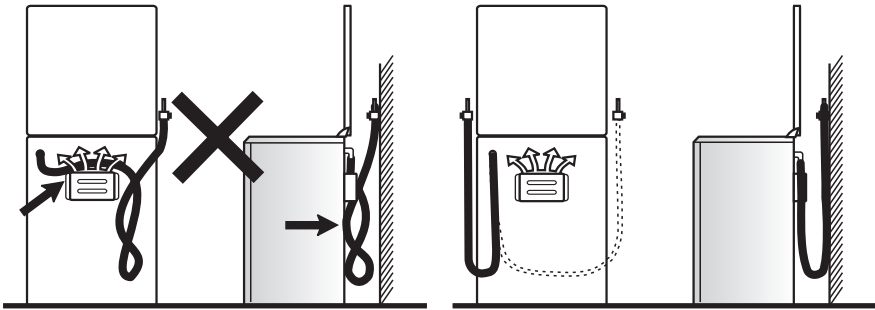

Рис.10
- шланг не должен проходить в зоне горячего воздуха дымохода и касаться задней стенки плиты (рис.10);
ПОМНИТЕ: ПОСЛЕ УСТАНОВКИ ПЛИТЫ НА МЕСТО ОБЯЗАТЕЛЬНО ПРОВЕРЬТЕ ПОЛОЖЕНИЕ ГИБКОГО ШЛАНГА ПОДВОДА ГАЗА И ШНУРА ПИТАНИЯ (РИС.10). ОНИ НЕ ДОЛЖНЫ ПРОХОДИТЬ НАД ДЫМОХОДОМ И КАСАТЬСЯ ЗАДНЕЙ СТЕНКИ ПЛИТЫ. ВО ВРЕМЯ РАБОТЫ ДУХОВКИ ТАМ ВОЗНИКАЕТ БОЛЬШАЯ ТЕМПЕРАТУРА, КОТОРАЯ МОЖЕТ ИХ ПОВРЕДИТЬ.